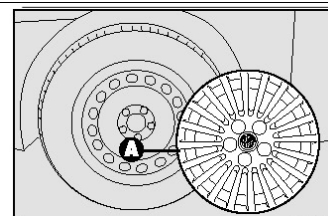

рис.6
□ Снимите с колеса (если установлены штампованные диски) колпак **А – рис. 6**;